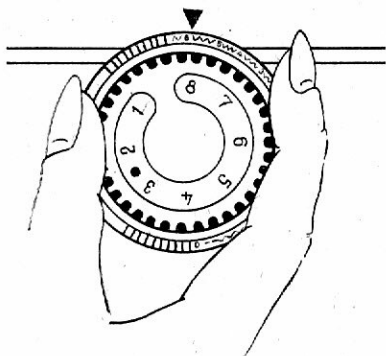

Abb. 25 Fig. 25 Afb. 25
19. Die Nähprogramme (Abb. 25 + 26) ★ Les programmes de couture (choix du point) (voir fig. 25 + 26) ★ De naai-programma's (Afb. 25 + 26)